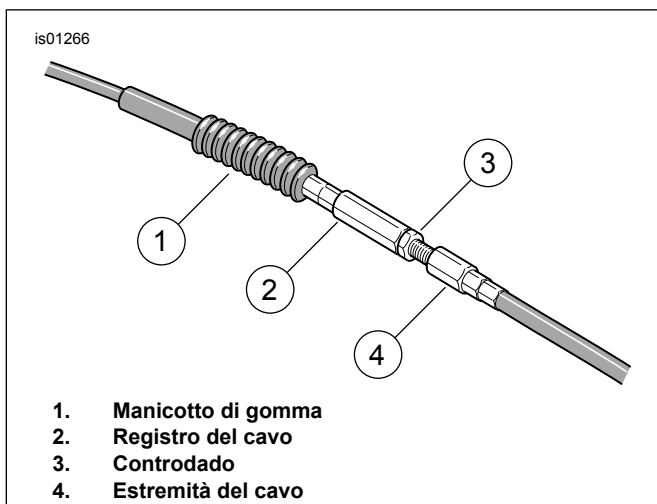

Figura 3. Allentare il registro della frizione
2. Vedere Figura 3. Allentare il registro della frizione in modo tale che il cavo della frizione sia completamente allentato, procedendo come i punti che seguono:
- a. Far scorrere il manicotto di gomma (1) allontanandolo dal registro del cavo (2).
- b. Tenendo fermo il registro del cavo con una chiave da 1/2 pollice, allentare il controdado (3) con una chiave da 9/16 di pollice.
- a. Vedere Figura 3. Girare il registro del cavo (2) allontanandolo dal controdado (3) sino ad eliminare il gioco in corrispondenza della leva a mano.
- c. Vedere Figura 3. Tenere fermo il registro del cavo (2) con una chiave da 1/2 pollice. Usando una chiave da 9/16 di pollice, serrare il controdado (3) contro il registro.
- d. Coprire il registro del cavo con il manicotto di gomma (1).